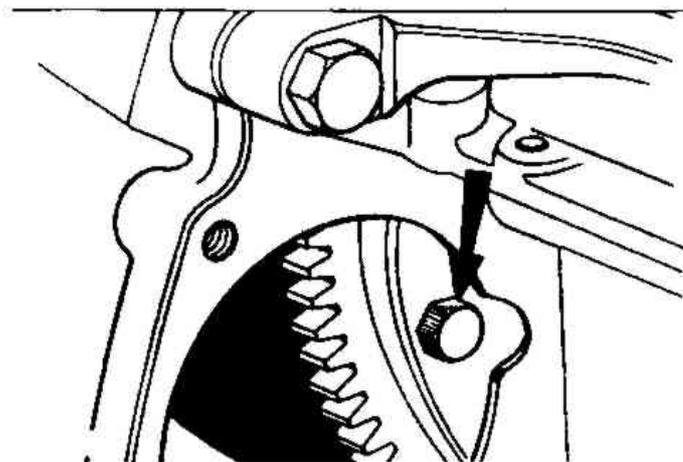

Рис. 6.35. Болт крепления преобразователя крутящего момента к коленчатому валу (Разд. 10)
14. Теперь следует отсоединить преобразователь крутящего момента от ведущего диска коленчатого вала. Поверните маховик двигателя таким образом, чтобы один болтов оказался напротив отверстия для стартера. Выворачивайте их по одному, пока не освободите все (Рис. 6.35).